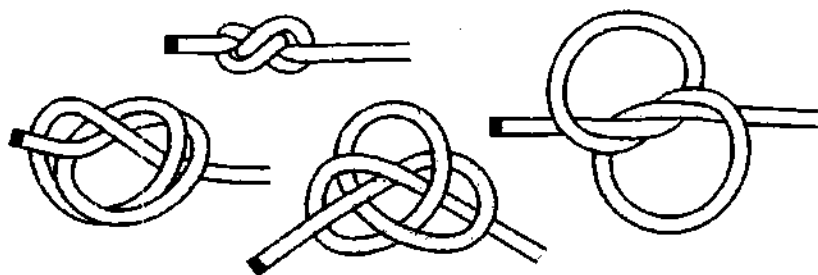

Рис. 104. Трёхпетельный узел.
**Трёхпетельный узел** – это два, ввязанных друг в друга, **простых узла** (рис. 104). После того как узел затянут, его почти невозможно развязать. Расправленный **трёхпетельный узел** красиво выглядит, поэтому он в основном используется в декоративных целях.